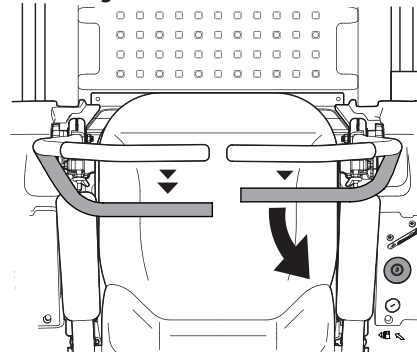

Figure 3-8
2. Pour tourner à droite en marche arrière, poussez la barre de conduite droite vers l'avant et tirez la barre de conduite gauche vers vous. Voir Figure 3-8.